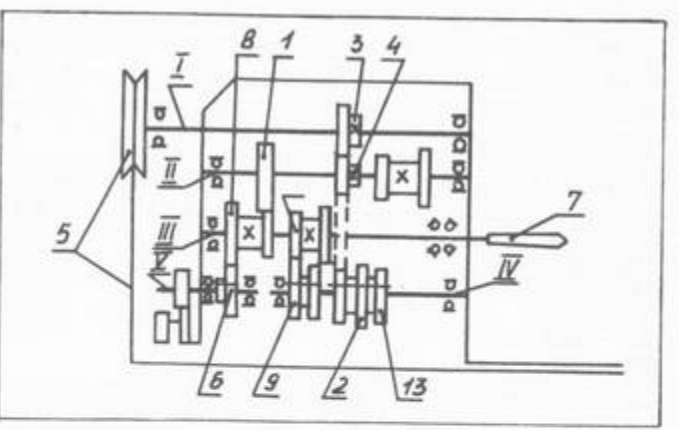

Рис. 5
16. Определите последовательность передачи вращательного движения в станке по его кинематической схеме (рис. 5) и пронумеруйте узлы и детали. Ответ: 5, 3, 4, 1, 8, 10, 9, 2, 7.